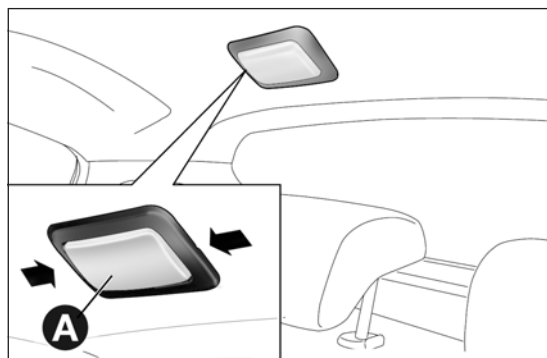
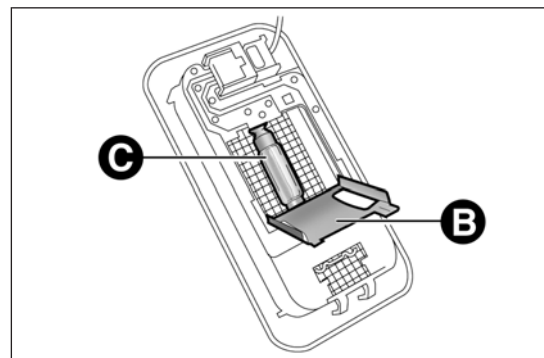

fig. 152
fig. 153
- ❑ rimuovi la plafoniera A fig. 152 agendo nei punti indicati dalle frecce;
- ❑ apri lo sportellino di protezione B fig. 153, sostituisci la lampada C svincolandola dai contatti laterali. Accertati poi che la nuova lampada risulti correttamente bloccata tra i contatti stessi;
- ❑ richiudi lo sportellino di protezione B fig. 153 e fissa la plafoniera A fig. 152 nella sua sede accertandoti dell'avvenuto bloccaggio.